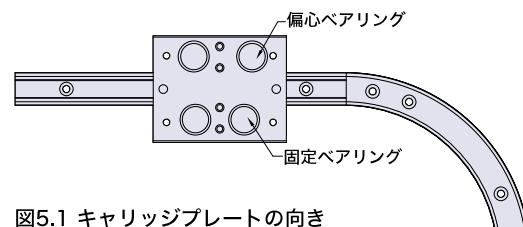

図5.1 キャリッジプレートの向き
- 5.1 キャリッジプレートを組み付ける前に、正しい向きであることを確認してください（図5.1）。標準的なキャリッジの場合、固定ペアリングはトラックシステムの内側に、偏心ペアリングは外側に来るよう組み付けてください。ペアリング間隔の短い方が固定です。